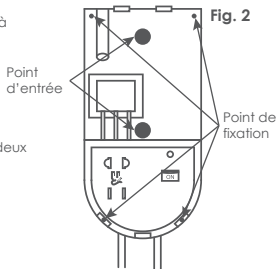

Fig. 2
2. Offrez le support au mur et marquez le mur avec un crayon à travers les points de fixation indiqués sur la figure 2.
2. Faites passer le cordon d'alimentation par l'un des deux points d'entrée (Fig. 2) et connectez-le aux bornes.